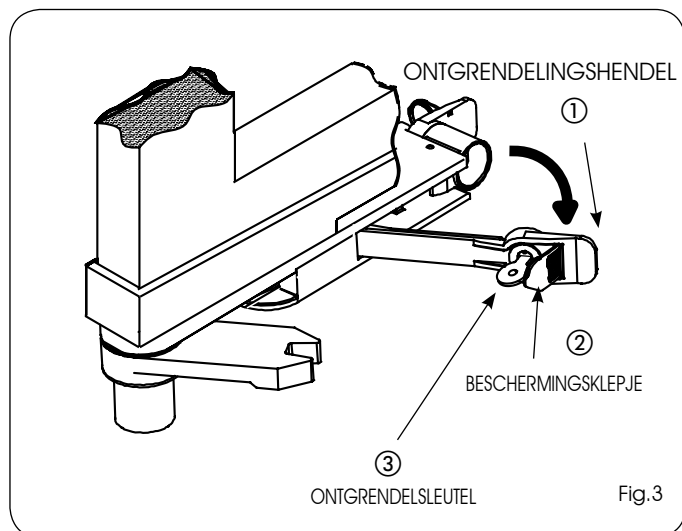

Fig.3
- 1) Open het beschermingsklepje (Fig.3 ref.②).
- 2) Steek de ontgrendelsleutel in het slot (Fig.3 ref. ③) en draai hem tot hij niet verder kan.
- 3) Trek de ontgrendelingshendel naar u toe (Fig.3 ref.①).